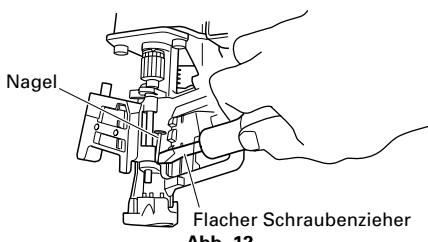

Abb. 12
- (2) Entfernen Sie den verklemmten Nagel mit einem flachen Schraubenzieher (**Abb. 12**).